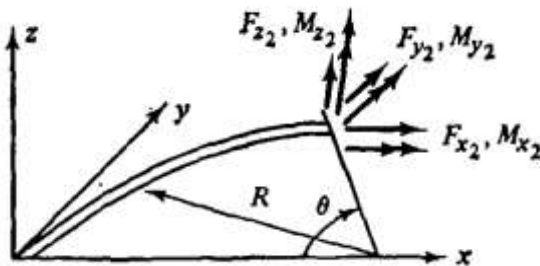

Рис. P2.7.
7. Постройте матрицу [R], отвечающую равновесию изогнутого балочного элемента, лежащего в плоскости  $x - y$ , как показано на рис. P2.7.